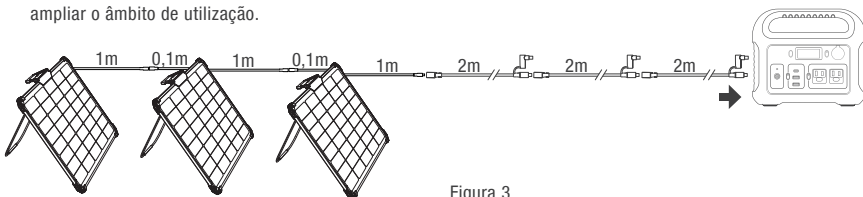

Figura 3
② O produto suporta ligação paralela de até 3 painéis solares (Figura 3). A ligação paralela de mais de 3 painéis solares pode causar aquecimento do cabo e danos ao produto.